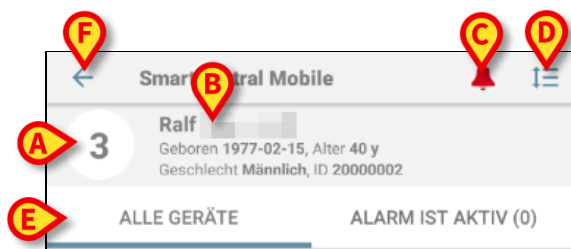
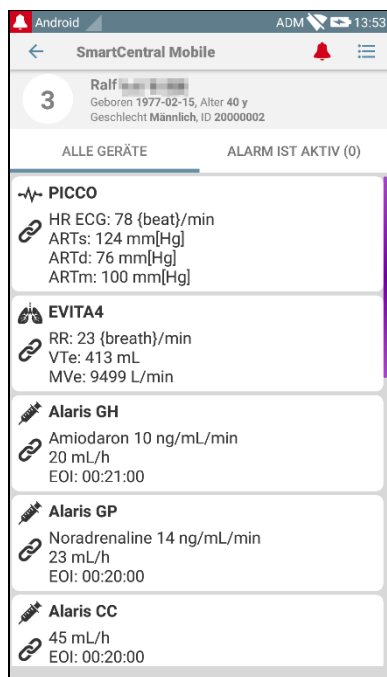

Abb. 79
Abb. 80
Im Kopfbereich (Abb. 79) stehen die folgenden Informationen und Funktionen zur Verfügung:
- Bettnummer (Abb. 79 **A**);
- Daten des Patienten (Abb. 79 **B**).
- Das rote Glockensymbol (Abb. 79 **C**) zeigt an, dass sich mindestens ein medizinisches Gerät an einem der anderen Betten (die derzeit nicht angezeigt werden) in einem Alarmstatus befindet.
- Verwenden Sie das in Abb. 79 **D** gezeigte Symbol, um den Gerätebereich zu vergrößern und auf diese Weise mehr Informationen zu jedem angeschlossenen medizinischen Gerät anzuzeigen (Abb. 80). Die Art der
Berühren Sie das Symbol (Abb. 79 **D**) erneut, um zum kompakten Anzeigemodus zurückzuschalten.
- Verwenden Sie die in Abb. 79 **E** angegebenen Filter, um entweder alle angeschlossenen medizinischen Geräte oder nur die anzuzeigen, die Meldungen senden.
Verwenden Sie die Schaltfläche mit Zurückpfeil (Abb. 79 **F**), um zur Bildschirmseite "Central" zurückzukehren.